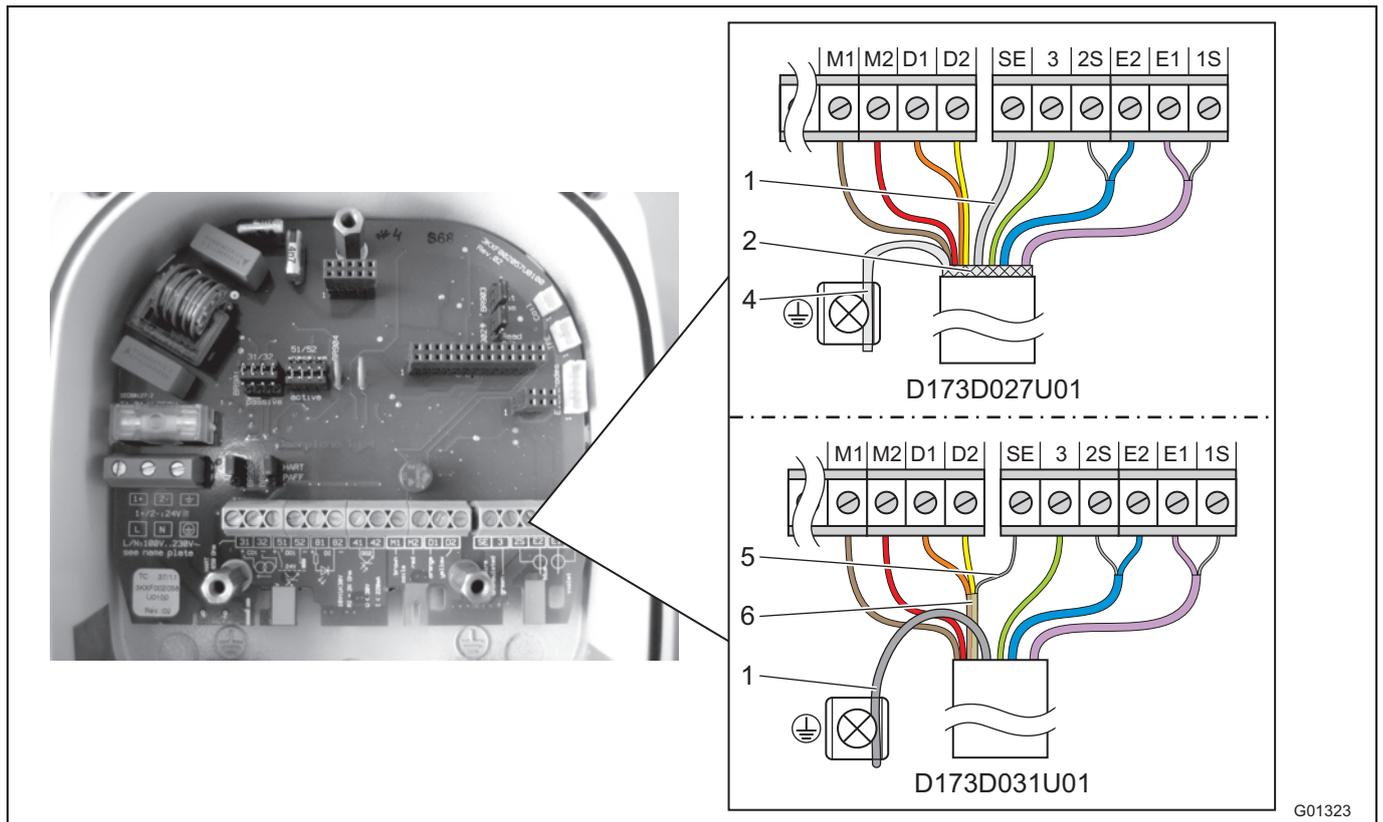

Abb. 37: Messumformerseite, Abmessungen in mm (inch)
Das messumformerseitige Kabelende wie in Abb. 37 dargestellt konfektionieren.
- Alle anderen Adern wie in Abb. 37 dargestellt anschließen.